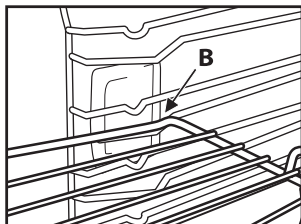

Fig. 2
2. Incline a grelha para a posição de bloqueio "B" (Fig. 2).